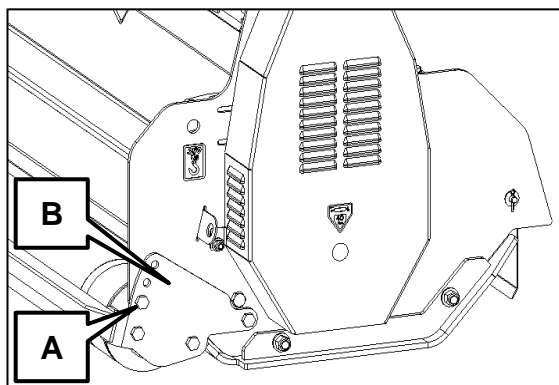

Рис. 6.1
Высота среза может быть отрегулирована путем поднятия или опускания опорного катка в соответствии с материалом, который нужно разрезать, и необходимой степенью измельчения, см. Рис. 6.1. Поддержите салазки на обоих концах блоками. Размер блоков должен быть достаточным, чтобы обеспечить достаточное свободное перемещение роликового кронштейна (B) для достижения желаемой высоты среза. Убедитесь, что машина не соскользнет с блоков. Поддержите ролик надлежащим образом - он тяжелый! Отверните установочный винт (A) на держателе роликов на обоих концах машины. Поднимите или опустите ролик до желаемой высоты, совместив одно из отверстий установочного винта кронштейна ролика с отверстием в боковой пластине капота. Убедитесь, что на обоих концах выбрано одно и то же отверстие. Невыполнение этого приведет к неравномерному резу. Когда ролик все еще поддерживается, установите и снова затяните установочные винты на обоих кронштейнах ролика. Снимите опору ролика и блоки, чтобы опустить машину на новую высоту реза.